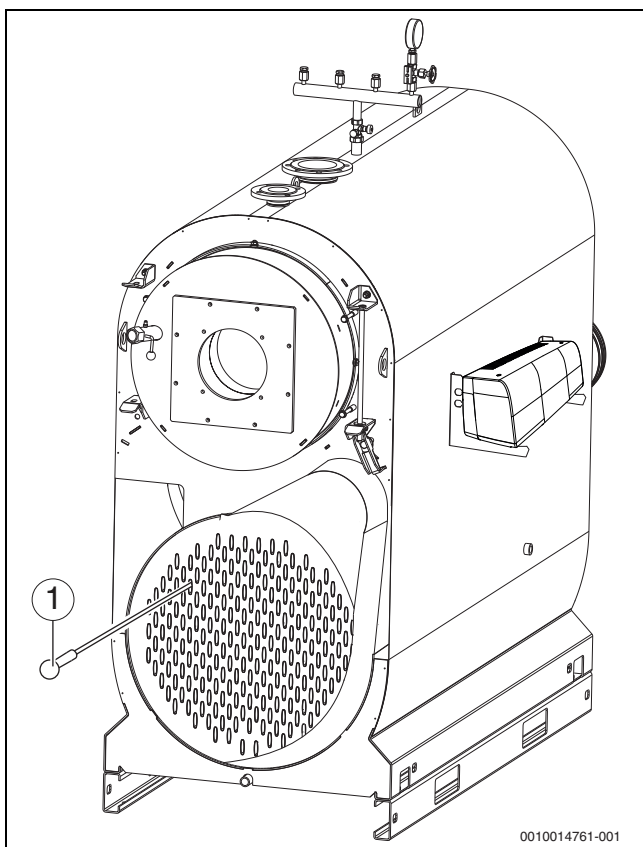

Рис. 39 Чистка коллектора дымовых газов
- ▶ Очистите щеткой трубы дополнительных поверхностей нагрева (→ рис. 39, стр. 39).